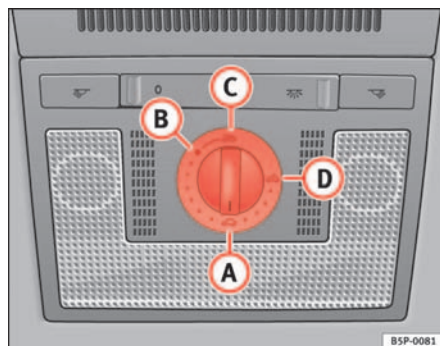

Abb. 69 Ausschnitt aus dem Dachhimmel: Drehschalter Schiebe-/Ausstelldach
- Drehen Sie den Drehschalter in Stellung **A** ⇒ Abb. 69 ⇒ .